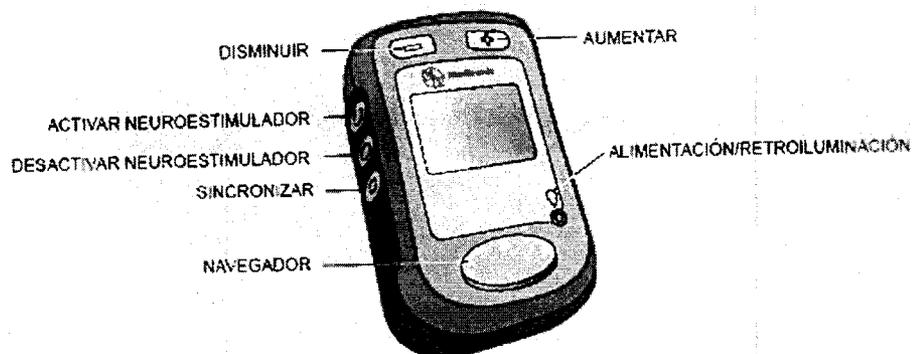

Figura 56. Teclas del programador del paciente.
1. Pulse la tecla ALIMENTACIÓN para encender el programador del paciente (Figura 56).
2. Mantenga pulsadas las teclas AUMENTAR y DISMINUIR al mismo tiempo (Figura 56). Aparece la pantalla CONEXIONES DEL ELECTRODO en el programador del paciente.
3. Mantenga el programador del paciente sobre el neuroestimulador y pulse la tecla SINCRONIZAR (Figura 56).